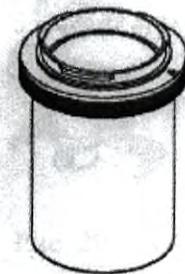

Рис. 26
10.7 Адаптеры для камер Nikon, Canon, Sony. (рис.26)